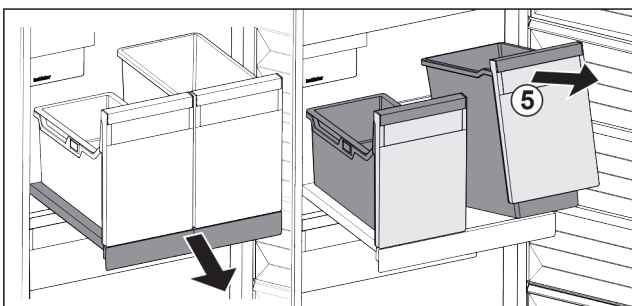

Fig. 33
- ▶ Повдигнете съда Fig. 33 (5) отпред.